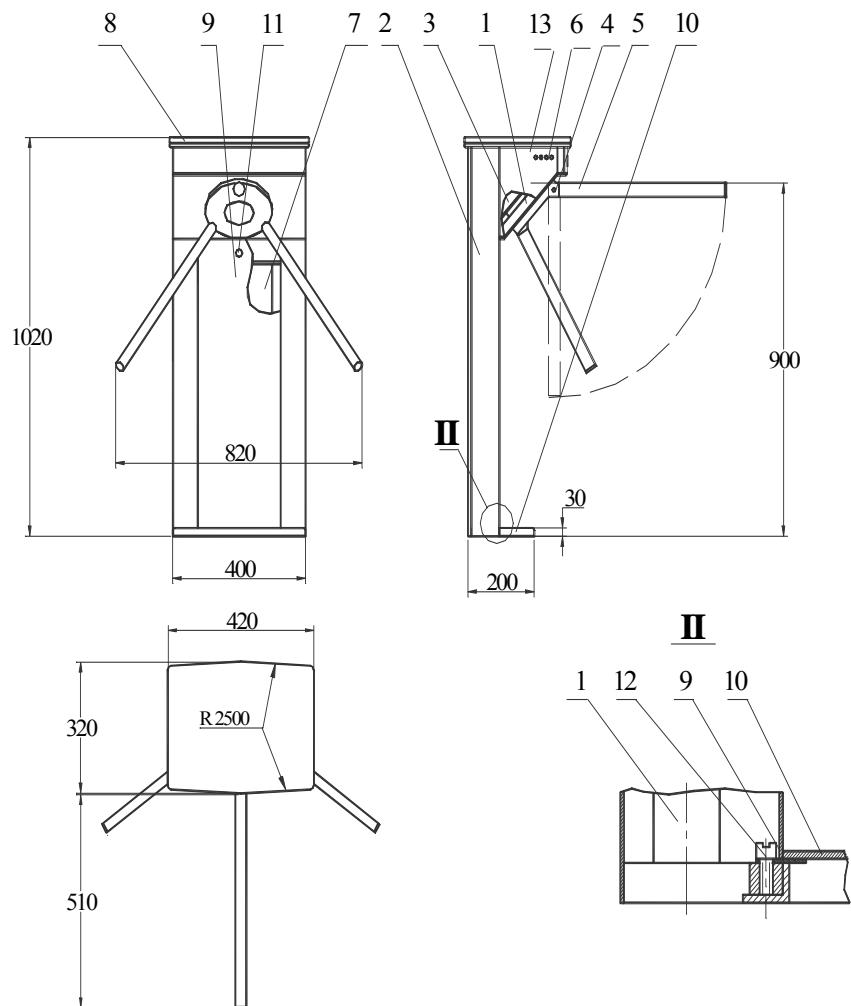

Рис.1
5.1 Турникет (см. рис. 1) представляет собой сборный металлический корпус, состоящий из сварного каркаса 1 и обшивки 2, в котором размещены: агрегат турникета 3, тринопод 4 с тремя преграждающими штангами 5, индикаторы 6 и блок управления 7. Сверху турникет закрывается крышкой 8. Для обеспечения доступа к плате управления, а также местам крепления крышки турникета к корпусу и корпуса к полу, передняя панель обшивки 9 и крышка основания 10 выполнены съемными. При установке передняя панель запирается замком 11, а фиксация крышки основания обеспечивается винтом 12.